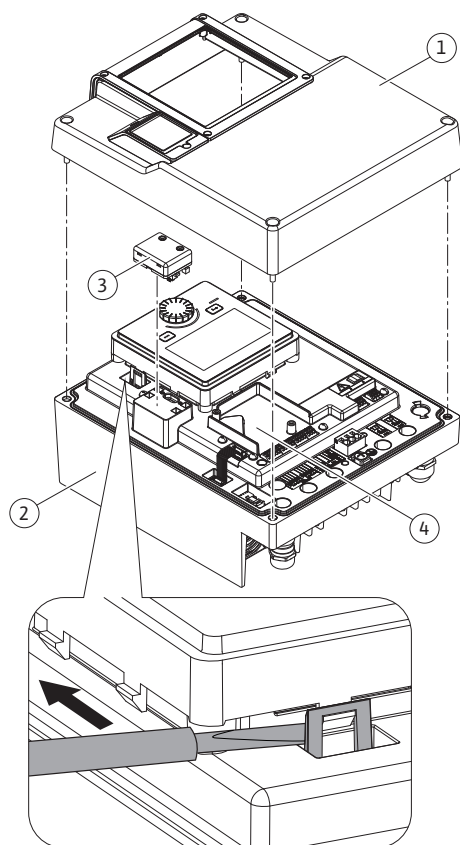
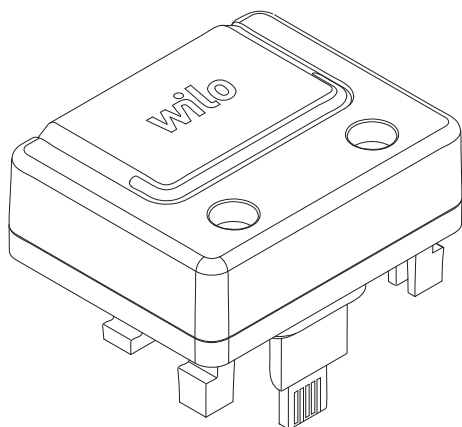

Fig. 26: Elektronikmodul
Fig. 27: Wilo-Smart Connect-modul BT
Bluetooth-gränssnittet Wilo-Smart Connect-modulen BT (Fig. 26, pos. 3 och Fig. 27) används för att ansluta mobila enheter som smartphone och surfplatta. I Wilo-Assistant-appen finns Wilo-Smart Connect-funktionen. Med appen Wilo-Smart Connect-funktionen kan pumpen styras och ställas in samt pumpdata läsas av. Se kapitlet "Driftsättning" [► 44] för inställningar.
1. Lossa fyra skruvar från elektronikmodulens övre del (Fig. 26, pos 1; Fig. I, pos. 2).
3. Stick in Wilo-Smart Connect-modulen BT i det avsedda Wilo-Connectivity Interface-gränssnittet. Se Fig. 26, pos. 3.
CIF-moduler (tillbehör) används för kommunikation mellan pumpar och fastighetsautomation. CIF-moduler sätts på i elektronikmodulen (Fig. 26, pos. 4)